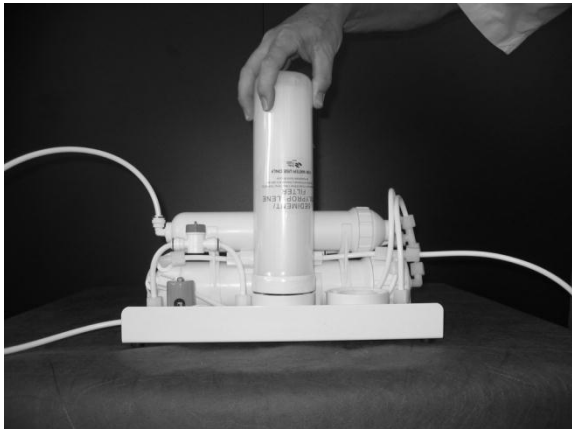

Fig. 3
4. Montar los filtros nuevos enroscándolos, teniendo cuidado de no confundir sus posiciones (el filtro carbon block está montado lateralmente, Fig. 3 y 4). Enroscarlos hasta el fondo, sin forzar.